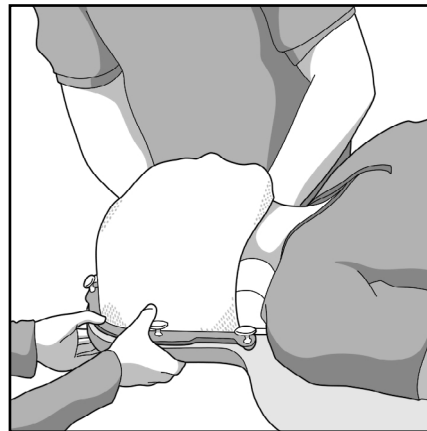

Fig. 5
2. Inserte las clavijas en los orificios del accesorio de inserción Portrait y presione hasta que cada clavija encaje en su sitio (Fig. 5).